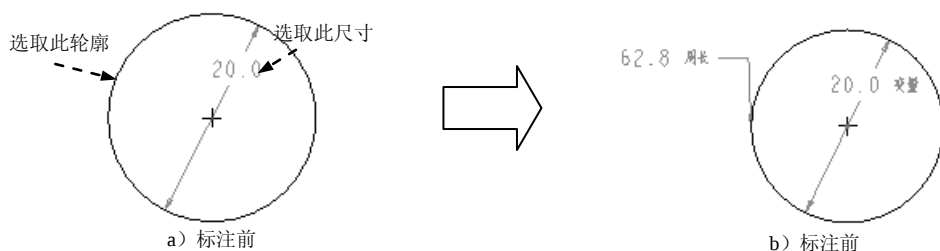

图 4.9.11 圆周长标注
(1) 标注圆的周长。
Step2. 此时系统弹出“选取”对话框，选择图 4.9.11 a 所示的轮廓，单击“选取”对话框中的按钮；再选择图 4.9.11 a 所示的尺寸，此时系统在图形中显示出周长尺寸。结果如图 4.9.11 b 所示。